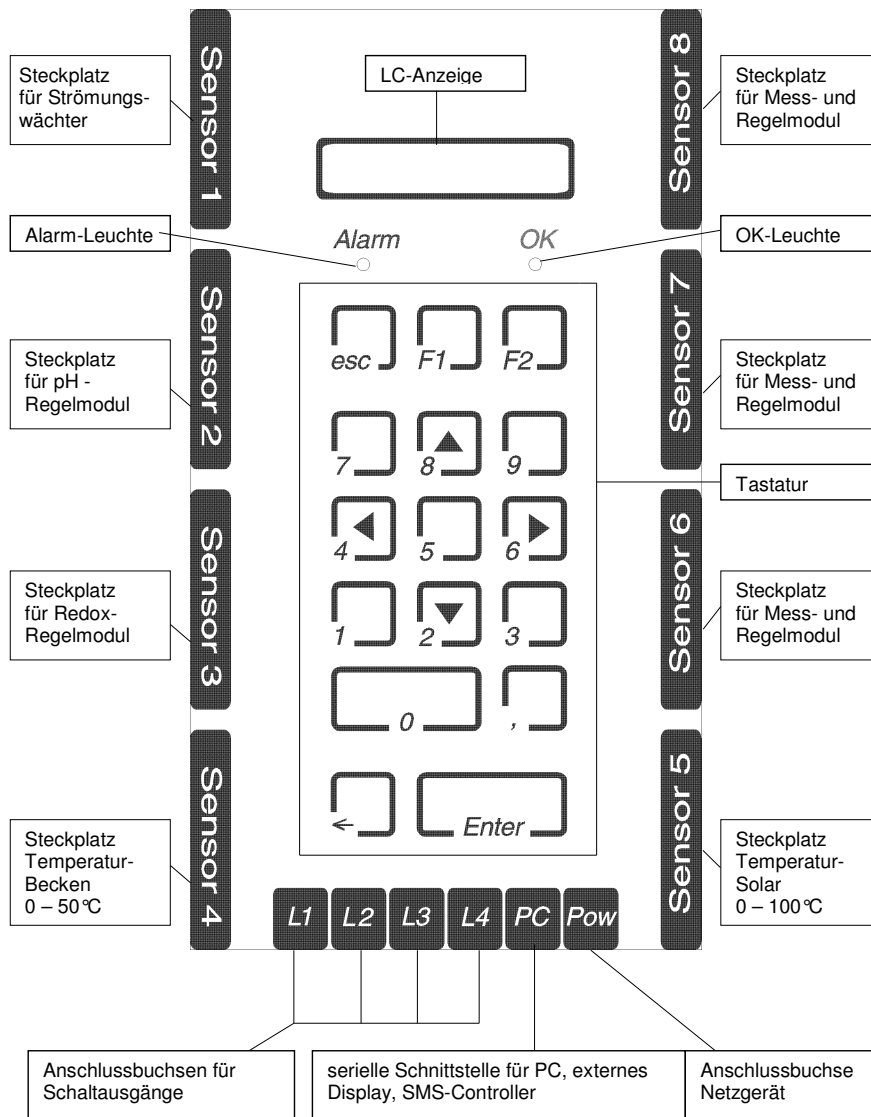
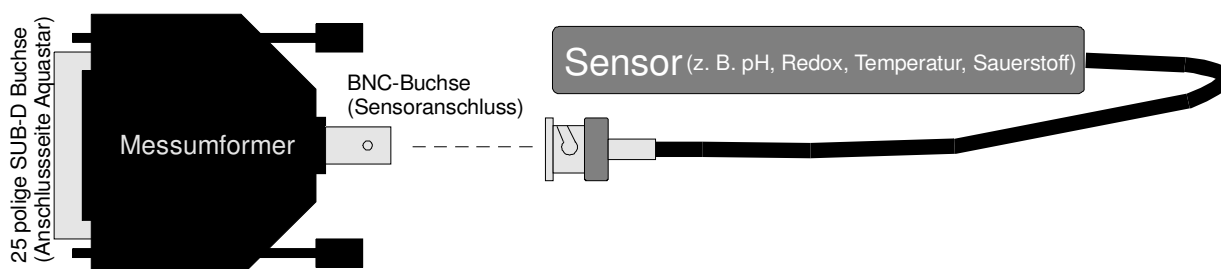

Bild 1
Bild 2: Mess- und Regelmodul
In **Punkt 3** wird Ihnen anhand einer Grafik (Bild1) das Steuergerät *iks aquastar*, welches das Herzstück der *pool pilot* Anlage ist, vorgestellt und der Lieferumfang wird erläutert. Danach wissen Sie, wo Sie die Sensormodule, die Schaltausgänge, die Stromversorgung und den PC anschließen können.
- ein Messumformer (siehe Bild 2)
Wie aus der Grafik (Bild 1) hervorgeht, besitzt der *pool pilot* acht Steckplätze für Mess- und Regelmodule. **An welchem Steckplatz, welches Modul angeschlossen wird, entnehmen Sie bitte Bild 1 unter Punkt 3.1 Bedienelemente.** Bitte beachten Sie aber, dass Sie beim Einstecken und Entfernen eines Moduls unbedingt die **Stromversorgung abschalten** müssen, um eventuelle Schäden zu vermeiden. Ein Mess- und Regelmodul besteht aus einem Sensor (z. B. Temperaturfühler, pH-Elektrode usw.) und einem Messumformer, welcher sich in einem schwarzen Steckergehäuse (SUB-D) befindet (siehe Bild 2). Pegel- und Leitwertsensoren sind direkt mit dem 25-poligen Stecker (Messumformer) verbunden. Sie können jetzt die **Module (Stromversorgung aus ?)** anschließen (zuvor schwarze Schutzkappe am aquastar entfernen). Durch ihre asymmetrische Form passen die Stecker nur in der richtigen Richtung in die Buchsen. Vergessen Sie nicht, den entsprechenden Sensor an den Messumformer anzuschließen. Nachdem Sie ein Modul angeschlossen haben, sollten Sie noch die zwei Sicherungsschrauben (schwarzes Steckergehäuse) anziehen, um ein versehentliches Herausrutschen der Module zu verhindern.
Wie aus Bild 1 ersichtlich, können Sie bis zu vier Schaltausgangs-Module an L1 bis L4 (mit insgesamt 16 einzeln schaltbaren/regelbaren Ausgängen/Steckdosen) an den *iks aquastar* anschließen. Die Steckplätze sind mit L1 bis L4 gekennzeichnet. Die Ausgänge an L1 erhalten die Nummern 1 bis 4, an L2 die Nummern 5 bis 8, an L3 die Nummern 9 bis 12 und an L4 schließlich die Nummern 13 bis 16. Wenn Sie lediglich im Besitz eines Schaltausgangs-Modules sind, empfehlen wir Ihnen, dieses an Steckplatz L1 anzuschließen. Sie können es auf Wunsch aber auch an L2, L3 oder L4 anschließen. Bedenken Sie aber dabei, dass sich die Zuordnungsnummern der Ausgänge dementsprechend ändern (s.o.).